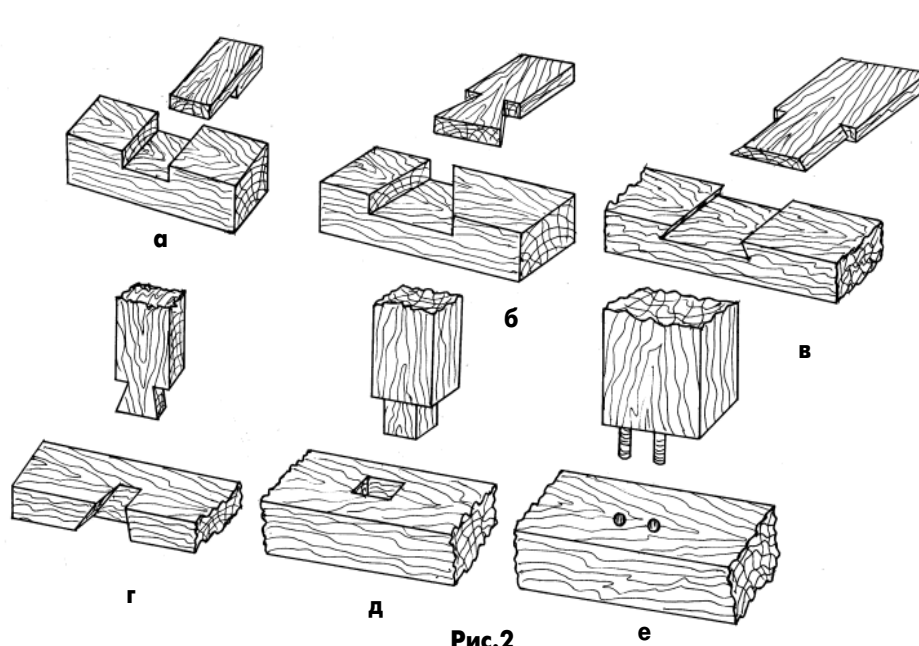

Рис.2
2. Соединение в полдерева "лапой" (рис.2,б).
3. Соединение трапециевидной накладкой (рис.2,в).
4. Соединение глухим сковороднем (рис.2,г).
5. Соединение прямым одинарным шипом (рис.2,д).
6. Соединение круглыми вставными шипами - нагелями (рис.2,е).